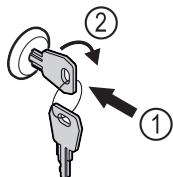

Fig. 192
- Zatlačte klúč Fig. 192 (1).
- Otočte klúč o 90° v smere hodinových ručičiek Fig. 192 (2).